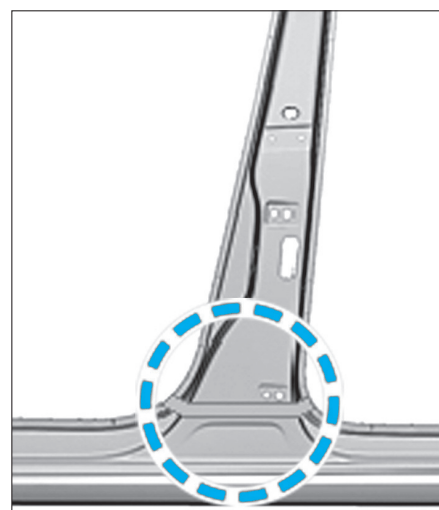

FIG. 43
- Apposer une nouvelle mousse (Fig.43).